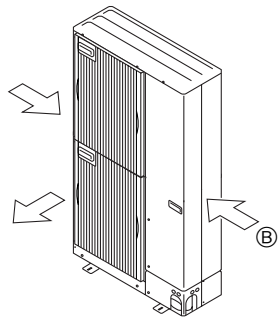

Fig. 2-16
② Posicione a unidade de forma a que o ar seja libertado perpendicularmente à direcção do vento, se possível. (Fig. 2-16)